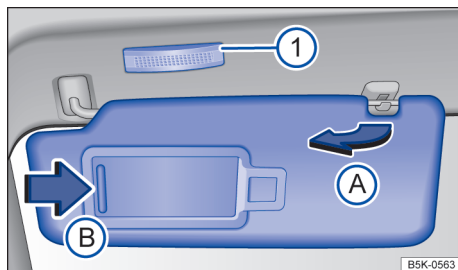

Fig. 80 Para-sol.
- Retirar o para-sol cuidadosamente do suporte segurando a base de fixação e virar na direção das portas → Fig. 80 **(A)**.
No para-sol rebatido para baixo encontra-se um espelho de cortesia atrás de uma cobertura. Ao abrir a cobertura → Fig. 80 **(B)** uma lanterna se acende **(1)**.